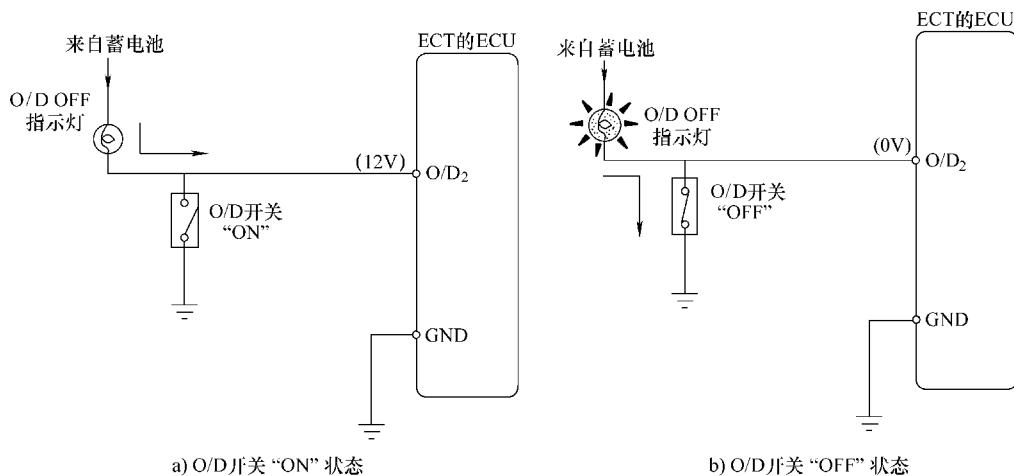

图 6-7 O/D 开关工作原理
(2) O/D 开关原理 O/D 开关的工作原理，如图 6-7 所示。
**学习提示：**当按下 O/D 开关 (ON) 时，O/D 开关的触点实际为断开，此时 ECU 的 O/D2 端子的电压为 12V，自动变速器可以升至超速档，且 O/D OFF 指示灯不亮；当再次按下 O/D 开关，O/D 开关会弹起 (OFF)，O/D 开关的触点实际为闭合，此时 ECU 的 O/D2 端子的电压为 0V，自动变速器不能升至超速档，且 O/D OFF 指示灯点亮。